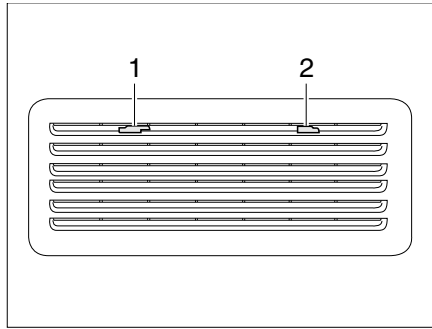

Fig. 330 Griglia di aerazione del frigorifero (Thetford)
- Spingere verso il centro l'arresto (Fig. 330,1).